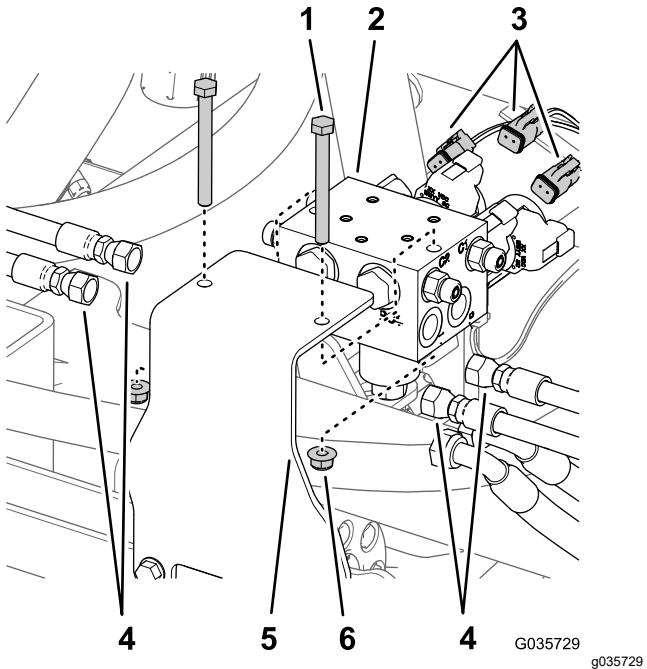

Bild 12
- Beschriften Sie alle Schläuche, die am Hydraulikverteiler angeschlossen sind (Anschlüsse C1, C2, C3 und C4) und schließen sie vom Zylinderverteiler ab (Bild 12).
- Schließen Sie die Anschlüsse des hinteren Kabelbaums von den Stromspulen des Hubzylinderverteilers ab (Bild 12).
- Nehmen Sie die zwei Schrauben und Sicherungsmuttern ab, um den Hubzylinderverteiler von der Befestigungshalterung abzunehmen (Bild 12).